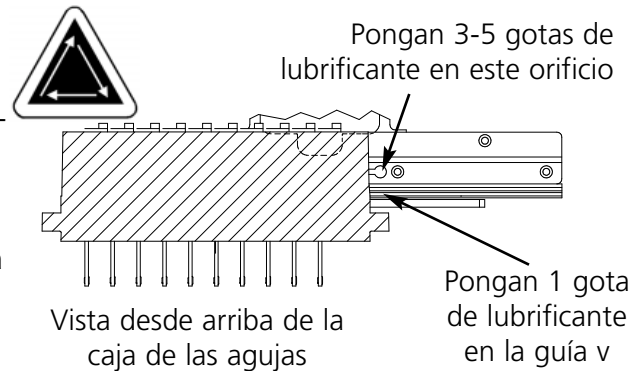
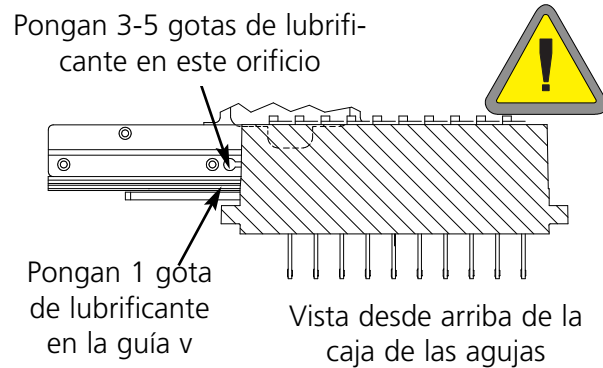

Figura 4-9
Figura 4-10
2. Cuando el dispositivo de accionamiento/la guía v del portaagujas es visualizado, aprieten . Esto desplaza la caja de las agujas a su primera posición para la lubricación (aguja 1). Consulten la Figura 4-9 para lubricar el dispositivo de accionamiento del portaagujas en la aguja 1. También consulten la Figura 4-9 para lubricar la guía v. Pongan el lubricante en la guía v tan cerca cuanto posible de la caja de las agujas. Para conseguir acceso a estas zonas en la EMT 10/4 o sea 10/4T, introduzcan el tubo de lubricante a través del orificio con la manchita roja en la parte delantera del panel. Utilicen una lámpara de bolsillo, si es necesario. Aprieten  para mover la caja de las agujas a la aguja 10. Lubrifiquen el dispositivo de accionamiento del portaagujas como mostrado en la Figura 4-10. También, lubrifiquen la guía v en esta parte de la cabeza. Aprieten  después de haberlo efectuado. La cabeza se moverá hacia adelante y hacia atrás para distribuir el lubricante.